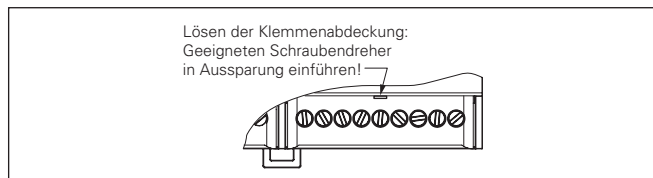

Abb. 2: Lösen der Klemmenabdeckungen (REG-Variante)
- **REG:** Montieren Sie das Gerät beim Verteilereinbau auf einer symmetrischen Hutschiene (TH 35 nach EN 60715: 2001) durch Aufclipsen. Zur Erleichterung der Anschlussarbeiten können die Klemmenabdeckungen gelöst werden (s. Abb. 2). Zum Anschluss des Netzwerkes kann eine der Klemmenabdeckungen gelöst werden.